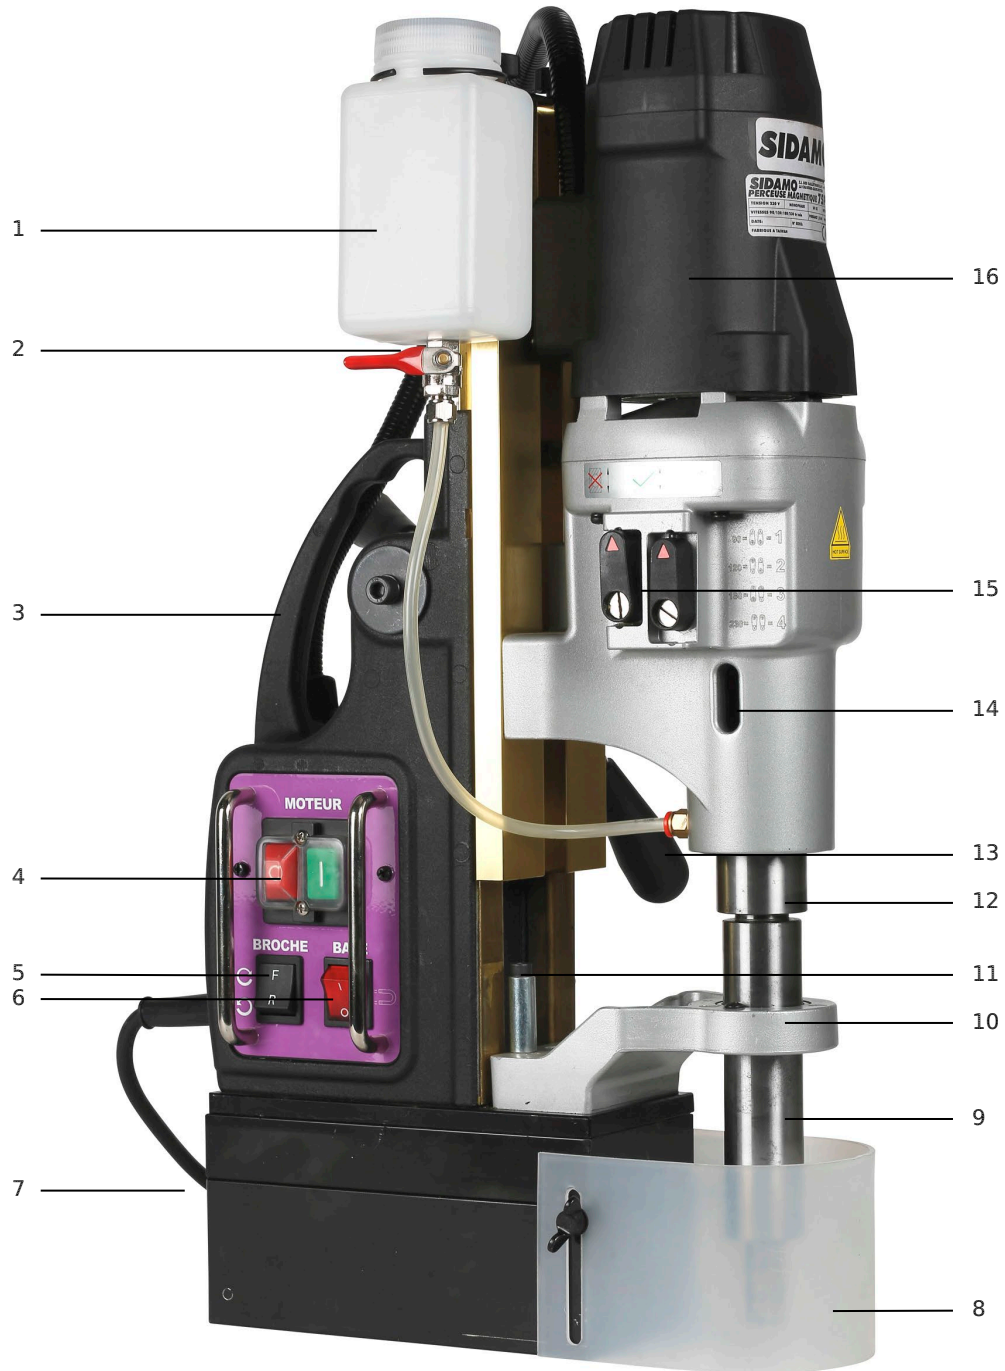

Figure 1
1. Dégraissier la broche (12 fig.1) et la partie conique de l'arbre porte-fraise CM3 Weldon 19 mm (9 fig.1).
1. Démontez le guide de broche (10 fig.1) en dévissant les trois vis de fixation.
3. Dégraissier la broche (12 fig.1) et la partie conique du foret.